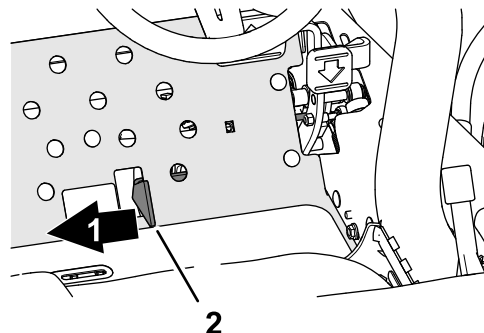

Figura 39
4. Deplasați glisorul pentru cosire/transport dreapta în poziția COSIRE (Figura 39).
2. Deplasai glisorul pentru cosire/transport în dreapta în poziia COSIRE (Figura 39).